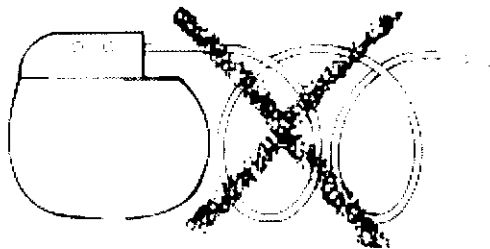

Figura 11. No enroscar el cuerpo del cable.
- NO enroscar el cable, ya que ello puede retorcer el cuerpo del cable y causar su desplazamiento (Figura 11).